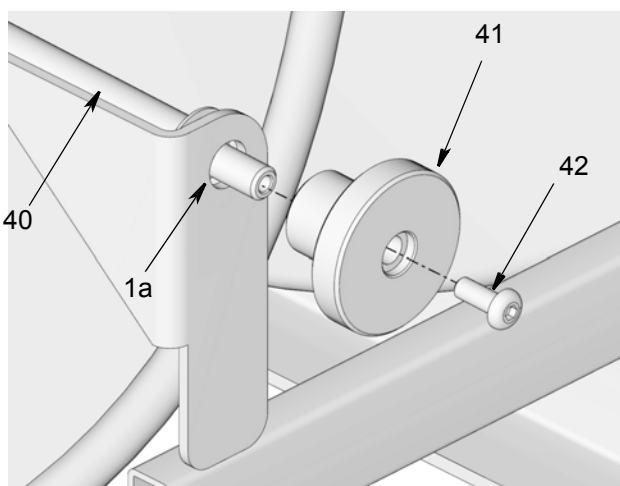

FIG. 27
2. Ruotare la manopola (41) in senso antiorario per rimuovere la tensione del freno.
3. Allentare e rimuovere la vite (42) dall'estremità della manopola (41) (FIG. 27).
4. Rimuovere la manopola (41) dall'estremità della biella (40) (FIG. 27).
5. Allentare e rimuovere il dado (24), quindi tirare il fermo della fascia (34a) estraendolo dal perno di ancoraggio (37).
8. Rimuovere la fascia (34) dal mozzo del freno (12).
9. Estrarre l'estremità della biella (40) dal telaio (1a) (FIG. 27).
14. Inserire l'estremità della biella (40) nel foro (27b) (FIG. 27).
15. Reinstallare la manopola (41) sull'estremità della biella (40). Installare la vite (42). Serrare saldamente la vite per fissare la manopola in posizione (FIG. 27).